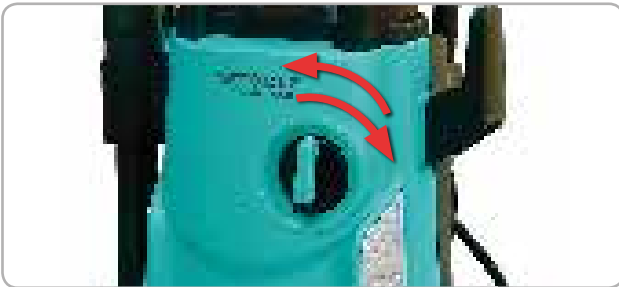

Fig.14
- Apăsați comutatorul pentru a porni motorul Fig 14.